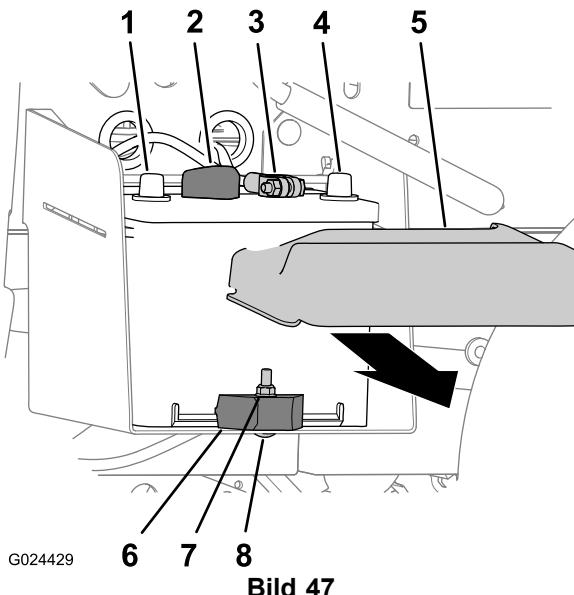

Bild 47
1. Drücken Sie die Seiten der Batterieabdeckung zusammen und nehmen Sie die Abdeckung von der Batterieoberseite ab (Bild 47).
2. Schließen Sie das Pluskabel der Batterie vom Batteriepol ab (Bild 47).
3. Schließen Sie das Minuskabel der Batterie vom Batteriepol ab (Bild 47).
2. Entfernen Sie die Sicherungsmutter, Schlossschraube und die Batterieklemme, mit denen die Batterie am Batteriefach befestigt ist (Bild 47).
3. Nehmen Sie die Batterie aus dem Batteriefach (Bild 47).
- Fluchten Sie die Batterie mit dem Batteriefach der Maschine aus (Bild 47).
- Hinweis: Stellen Sie sicher, dass die Plus- und Minuspole der Batterie so ausgefluchtet sind, wie in Bild 47 abgebildet.
- Befestigen Sie die Batterie mit der Batterieklemme, der Schlossschraube und Sicherungsmutter am Batteriefach (Bild 47).
- Schließen Sie das Pluskabel am Batteriepol an (Bild 47).
- Schließen Sie das Minuskabel am Batteriepol an (Bild 47).
- Setzen Sie die Batterieabdeckung oben an der Batterie auf (Bild 47).